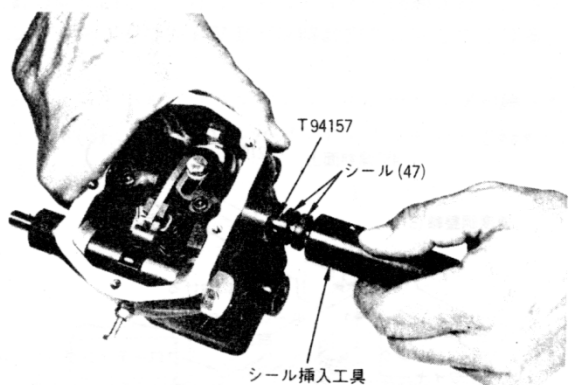

図3-32. シール取り付け図
25. 工具 T 94157 を出力軸(58)に置きシール(47)を互いのカップのほうに向き合うようにして工具上を滑らせる。シール(47)をプッシング(46)にシール挿入工具を使って停止するまで押し込む。図3-32参照。